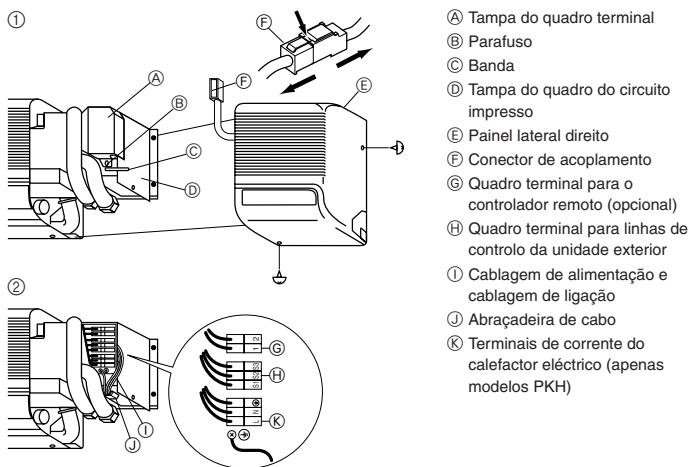

Fig. 6-1
6.1. Unidade interior (Fig. 6-1)
① Remova o painel lateral direito.